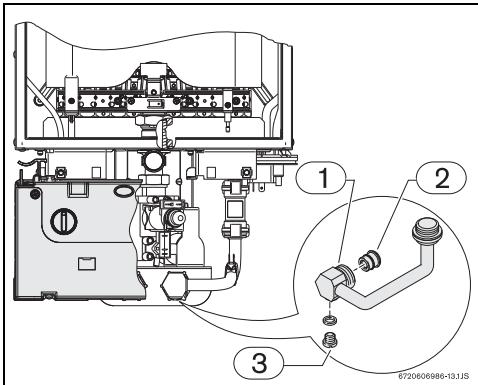

Fig. 7 Tornillo de purgación
- ▶ afloje el tornillo de purgación (→Fig. 7) situado en el tubo de entrada de agua.
- No debe instalarse el aparato en locales donde la temperatura ambiente pueda bajar de los 0 °C. Si existe riesgo de congelación, apague y vacíe el aparato (→ Fig. 7).